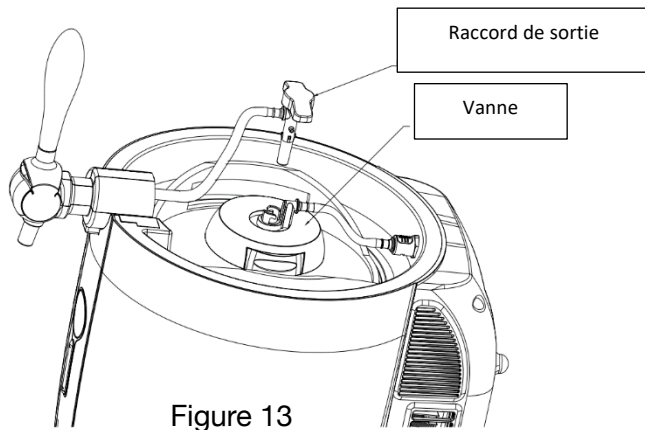

Figure 13
2. Appuyez sur le raccord rapide à l'extrémité du tuyau de bière sur le mécanisme du robinet, tournez en même temps le raccord dans le sens inverse des aiguilles d'une montre pour le dégager du dispositif de vanne, puis retirez le raccord (comme illustré sur la figure 13